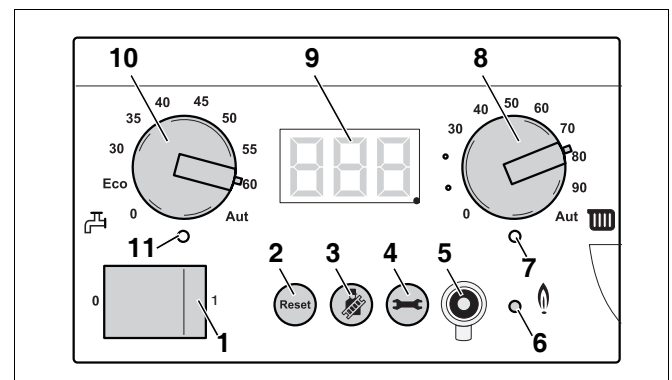

Fig. 98 BC10
- Neem het cv-toestel uit bedrijf door de netschakelaar op de BC10 uit te schakelen (→ fig. 98, [1]).
- Neem het cv-toestel in bedrijf door de netschakelaar op de BC10 aan te schakelen (→ fig. 98, [1]).
- Wacht, nadat de LED "Brander" (→ fig. 98, [6]) is gaan branden, gedurende 1 minuut tot het cv-toestel op vollast brandt.
- Neem het cv-toestel uit bedrijf door de netschakelaar op de BC10 uit te schakelen (→ fig. 98, [1], pag. 76).
- Neem het cv-toestel in bedrijf door de netschakelaar op de BC10 aan te schakelen (→ fig. 98, [1], pag. 76).
- Wacht, nadat de LED "Brander" (→ fig. 98, [6], pag. 76) is gaan branden, gedurende 1 minuut tot het cv-toestel op deellast brandt.
- Zet de netschakelaar op de BC10 in stand „1" (→ fig. 98, [1], pag. 76).
- Zet de draaiknop voor maximale aanvoertemperatuur en de draaiknop voor de ingestelde tapwatertemperatuur op de gewenste stand (→ fig. 98, [2], pag. 76).